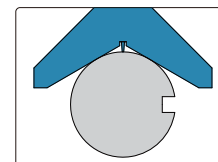

fig.1
---Adattare la superficie a forma di V del calibro di profondità al bordo cilindrico completo del pezzo sottoposto a prova (fig. 1).